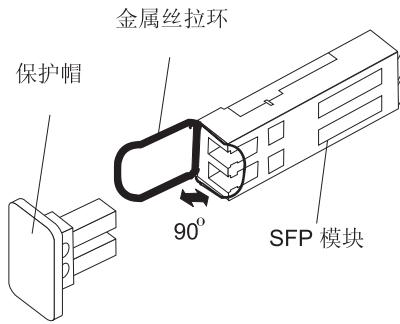

图 29. 松开金属丝类 SFP 模块滑锁
- 对包含金属丝拉环的 SFP 模块，如图 29 中所示，通过把金属丝滑锁向外拔出 90° 来松开 SFP 模块滑锁。